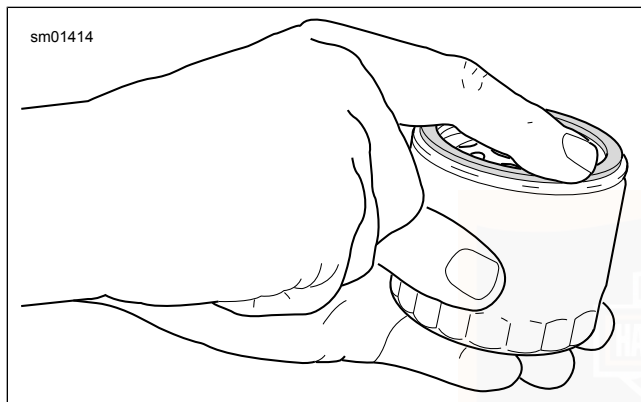

Abbildung 93. Schmieren der neuen ÖlfILTERdichtung
7. Siehe Abbildung 93 . Den **neuen** Ölfilter einbauen.